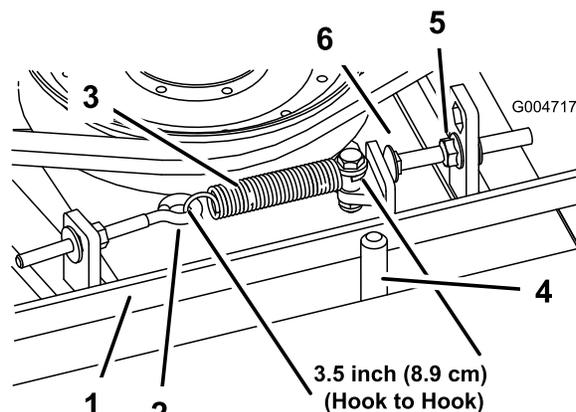

Bild 65
Abstand zwischen dem Schraubenkopf und dem Spannung ungefähr 3 +1,5/0,0 mm beträgt (Bild 65).
Hinweis: Achten Sie darauf, dass der Riemen auf der Federseite der Riemenführung positioniert ist (Bild 65).
2. Lösen Sie den Augenbolzen, um die Verlängerungsfeder abzunehmen (Bild 65).
3. Lösen Sie die Bundmutter, mit der die Anschlagsschraube an der Befestigungslasche befestigt ist. Schieben Sie die Mutter so weit zurück, dass der Spannarm an der Anschlagsschraube vorbeigeführt werden kann (Bild 65). Bewegen Sie die Spannscheibe vom Riemen weg, um diesen zu entspannen.
- Setzen Sie die Verlängerungsfeder (Bild 65) wieder in den Augenbolzen ein und spannen Sie den Riemen wie folgt: